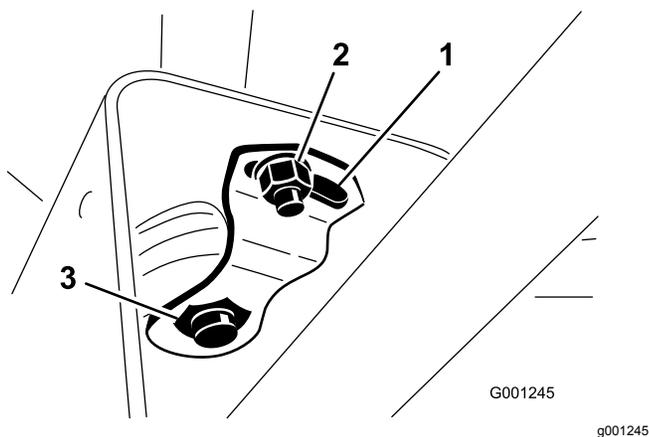

図 27
2. カバーを上へスライドさせてピボットブラケットを露出させる 図 27。
3. 小さいナットをゆるめ、ピボットブラケットの下の大きいナットが締まるまでピボットブラケットを回す 図 27。